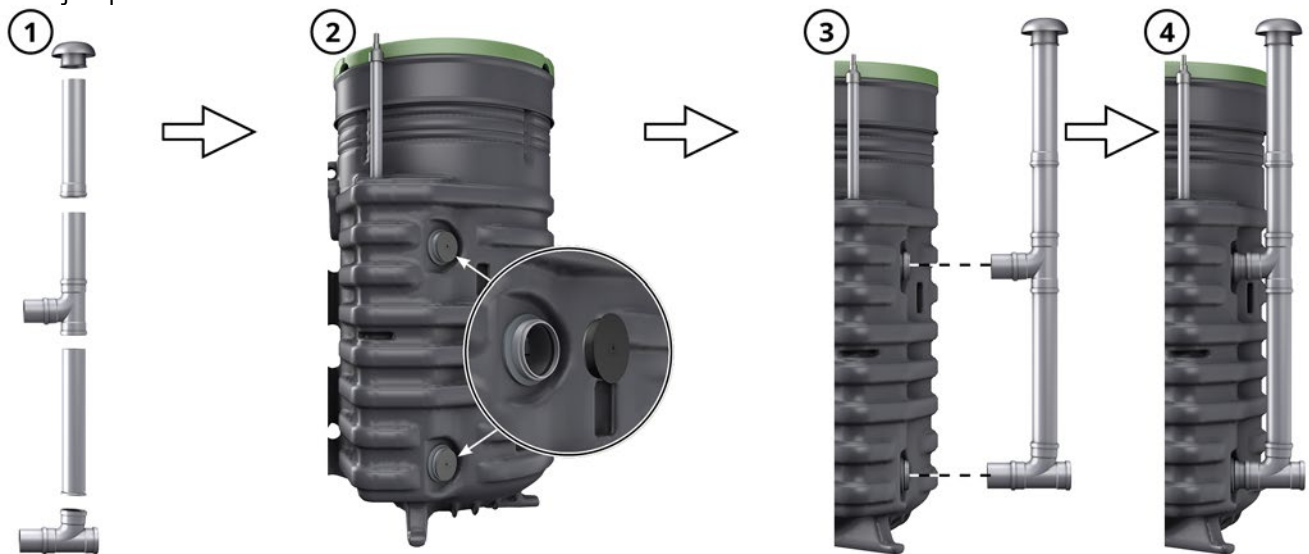

Fig. 13: Montage du kit d'aération
1. Assemblez le kit d'aération comme indiqué sur le site *Fig. 13*.